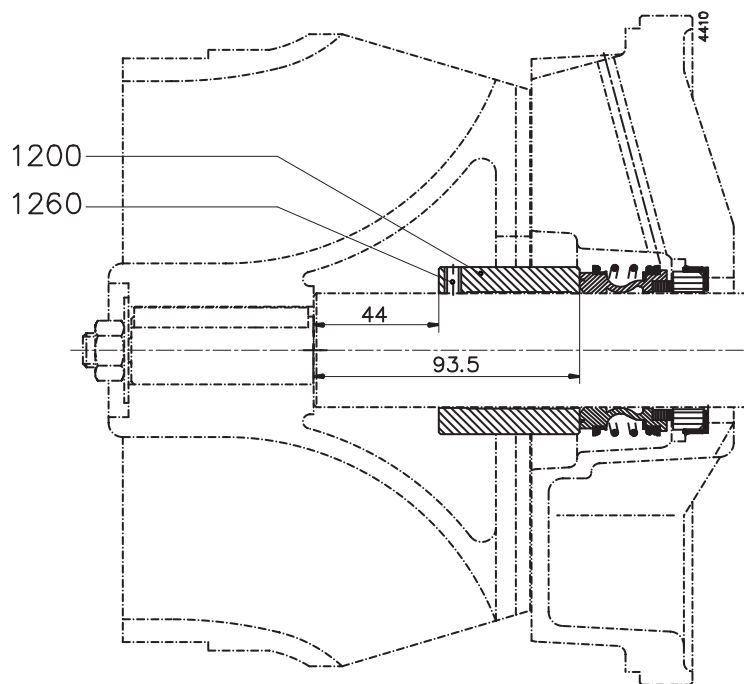

Рисунок 12: Регулировка механического уплотнения M1 насосов с размером 200-160.
- 2 Установите втулку вала (1200) на расстоянии 44 мм от бурта вала. См. рисунок 12 в параграфе 7.7.3 „Сборка механического уплотнения M1“. Затяните стопорные винты (1260).
- 2 Только для насосов с размером 200-160: Освободите стопорные винты (1260). См. параграф Рисунок 12: „Регулировка механического уплотнения M1 насосов с размером 200-160.“.
- 7 Только для насосов с размером 200-160: Установите расстояние между промежуточной втулкой и буртом вала равным **44 мм**. Закрепите промежуточную втулку при помощи стопорных винтов (1260). См. рисунок 12.